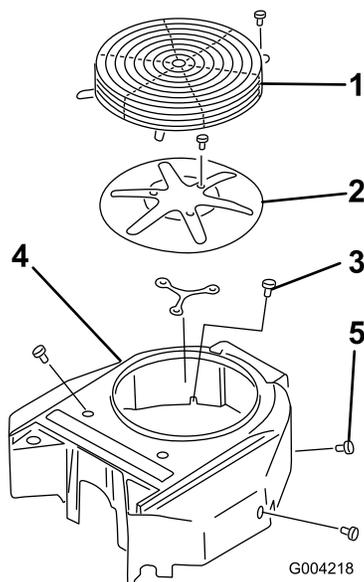

Figure 58
3. Retirez la grille d'entrée d'air, le lanceur et le boîtier du ventilateur (Figure 58).
5. Remettez la grille d'entrée d'air, le lanceur et le boîtier du ventilateur (Figure 58).